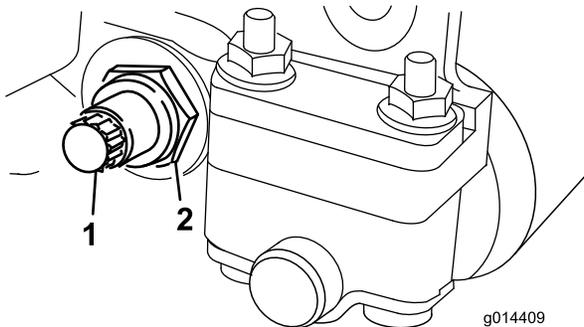

Bild 18
2. Drehen Sie die Federspannungsmutter so weit hinaus, bis die Scheibe nicht mehr gegen den Untermesserträger angespannt ist (Bild 18).
3. Lösen Sie an jeder Seite der Maschine die Klemmmutter, mit der die Schraube des Untermesserträgers befestigt ist (Bild 18).